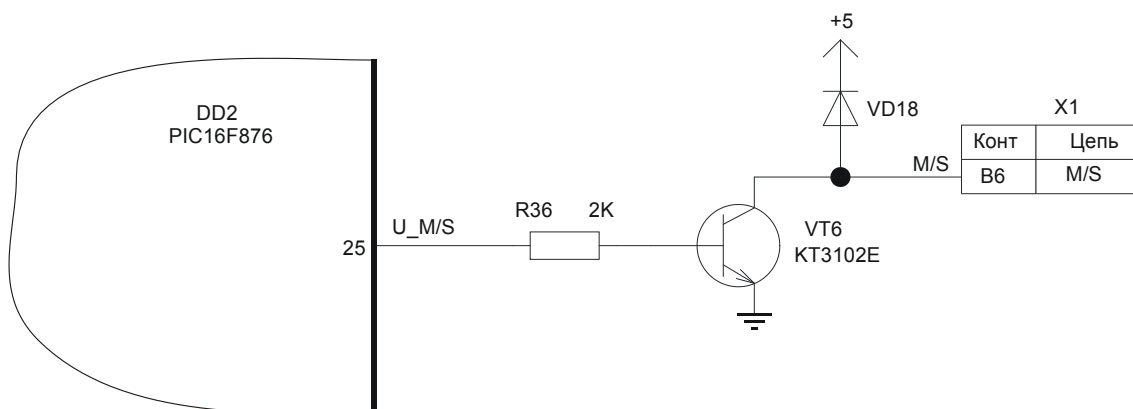

Рисунок 21. Управление реле M/S
Микропроцессор DD2 управляет реле переключения микрофон/громкоговоритель (расположено на коммутационной панели БДКЛ) через транзистор VT6 (см. рисунок 21). Сигнал управления выдается через вывод U\_MS (25) микропроцессора. Далее через резистор R36, ограничивающий базовый ток, сигнал подается на базу транзистора VT6. С коллектора транзистора сформированный сигнал управления подается на вывод B6 разъема X1. Диод VD18 подключен параллельно катушке реле и предназначен для ограничения положительных выбросов напряжения в моменты включения/выключения реле.